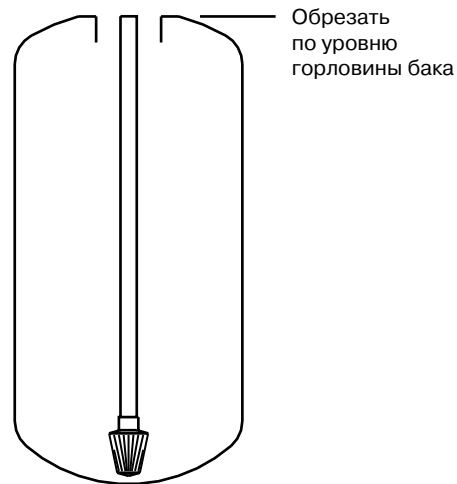

Рис. 2. Обрезка трубы дистрибьютора
2. Установите и отцентрируйте распределительную трубу с нижней корзиной в корпусе установки (рис. 2, 3). **Внимание:** не надавливайте на распределительную трубку во избежание поломки корзины.
3. Обрежьте трубу дистрибьютора в соответствии с рис. 2. При использовании адаптера 4"х2,5" (корпуса с горловиной 4') для установки управляющего клапана указанный размер отсчитывается после установки адаптера.